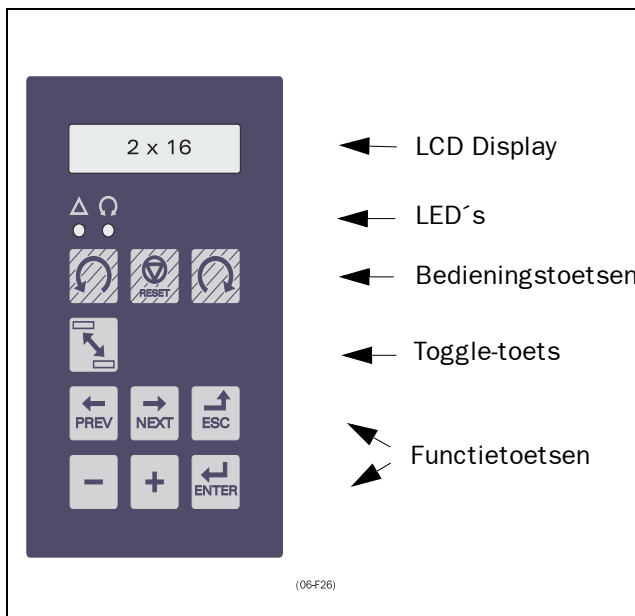

Fig. 15 Bedieningspaneel.
Fig. 15 toont het bedieningspaneel (BP). Het bedieningspaneel toont de status van de regelaar en wordt gebruikt om alle instellingen te programmeren. Het is ook mogelijk om de motor direct vanaf het bedieningspaneel te besturen.